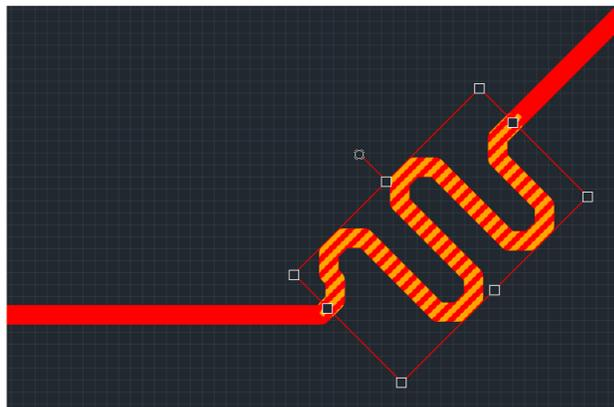

Рис. 302 Перемещение меандра по треку
2. Переместите выделенный меандр в другую часть трека, см. Рис. 302.